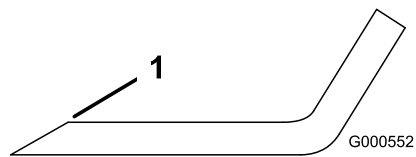

Figura 48
1. Utilize uma lima para afiar a aresta de corte em ambas as extremidades da lâmina (Figura 48).
Nota: Se a lâmina não estiver equilibrada, lime algum metal da extremidade da aba apenas (Figura 48).